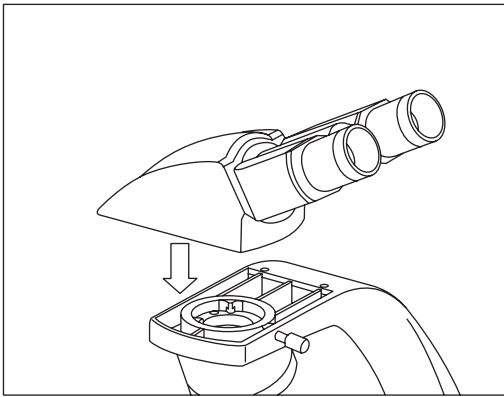
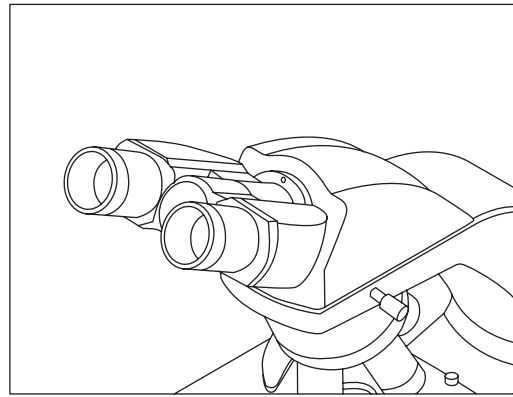

Figura 3.
Figura 4.
- Inserte el cabezal de visualización binocular en el cabezal del microscopio y gírelo hasta la posición adecuada (Figura 3), luego atornille el perno para fijarlo (Figura 4).